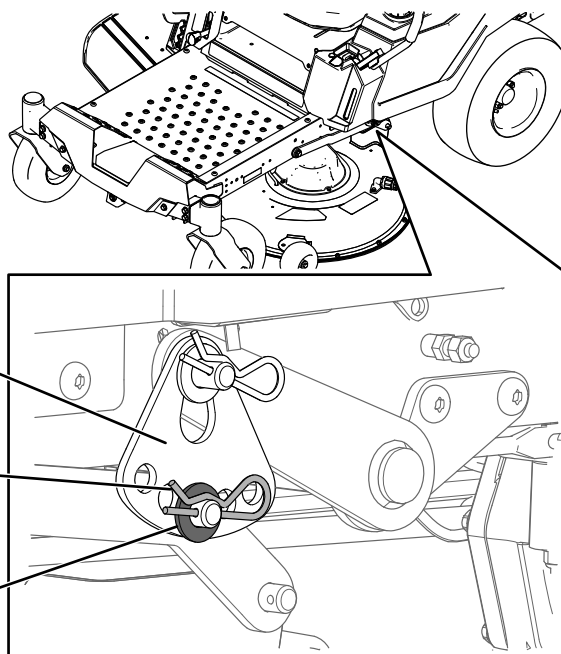
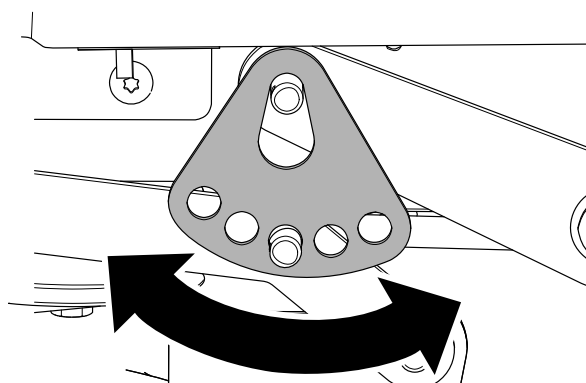

**Рисунок 71**
**Рисунок 72**
4. Установите 2 подставки толщиной по 6,6 см под каждую сторону передней кромки деки, но не под кронштейны защитных валиков (Рисунок 71 или Рисунок 72).
5. Установите 2 подставки толщиной по 7,3 см под заднюю кромку фартука режущей деки, по одной на каждую сторону режущей деки (Рисунок 71 или Рисунок 72).